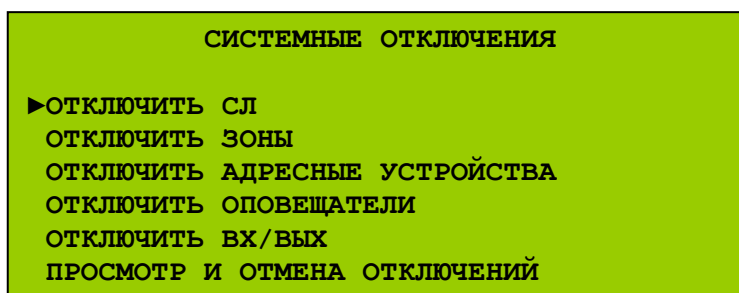

Рис. 127 (Меню временных отключений)
- 2) В меню УДЗ выбрать опцию «Инженерные отключения» \ «Временные». Откроется меню системных отключений (Рис. 127).